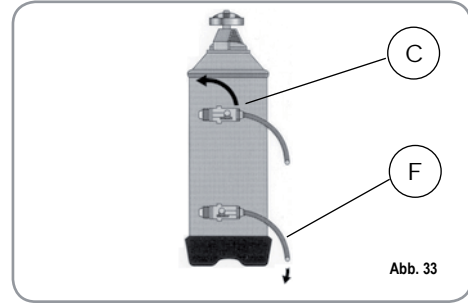

Abb. 33
- 2) Den Verschluss wieder einsetzen und den Hebel C wieder nach links führen (Abb. 33). Dabei hat das Salzwasser durch das Rohr F zu fließen, bis wieder Süßwasser vorliegt (1/2 Stunde).